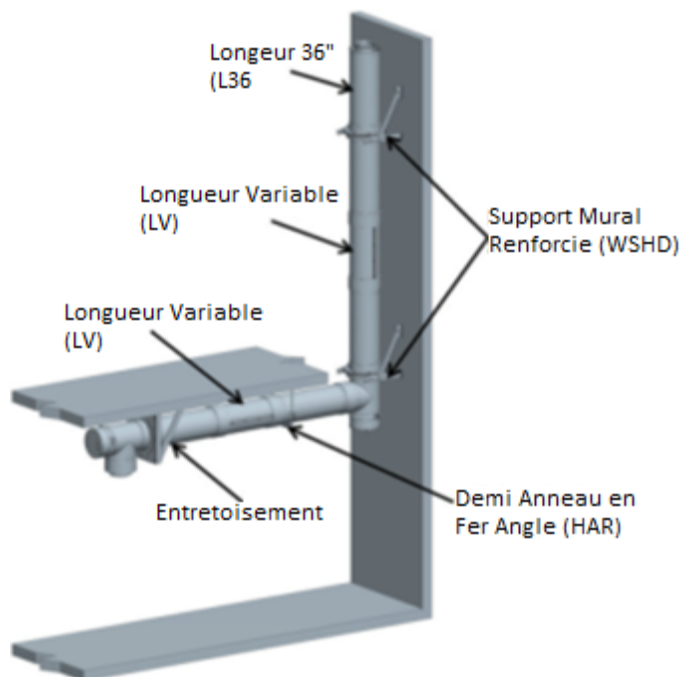

Figure 43: - Emplacements d'installation typiques pour les longueurs variables
Pour éviter que le LV ne s'affaisse, il est recommandé que la section de conduit adjacente au LV soit supportée ou guidée. Voir la figure 43 pour les emplacements de support typiques pour la longueur variable. En cas de besoin, guider correctement la longueur (LV) en installant un Guide Mural Robuste (WGHD) ou n'importe quel support immédiatement après la LV (la section en aval par rapport à l'écoulement des gaz).